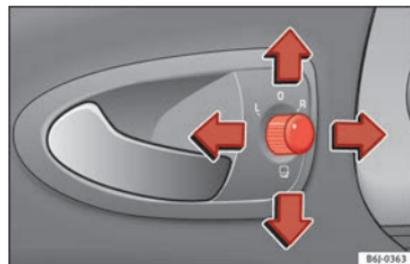

Fig. 131 Comando dos retrovisores exteriores.
1. Rodar o botão giratório »» **Fig. 131** para a posição L (**espelho retrovisor esquerdo**).
- Rodar o comando »» **Fig. 131** até à posição  para rebater os retrovisores exteriores. Para evitar danos no veículo, deve recolher